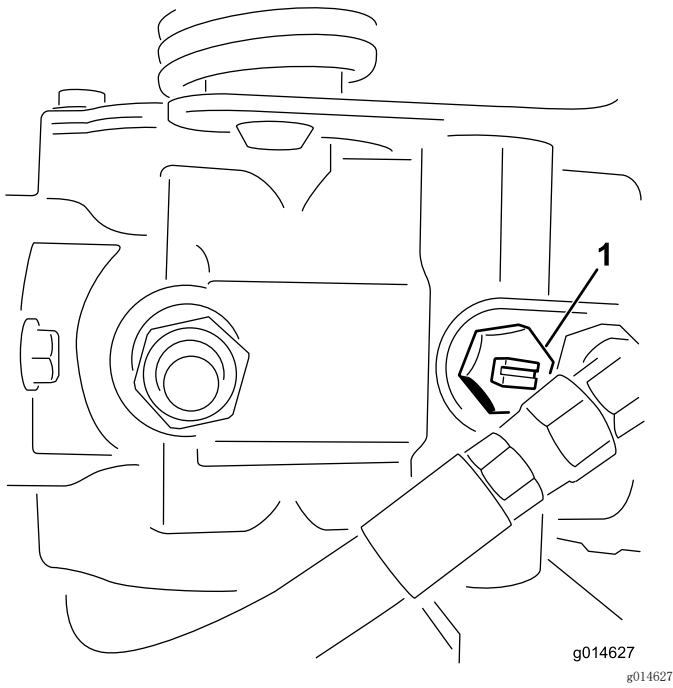

图42
1. 找到并旋转泵上的旁通阀、使槽处于垂直位置（图42）。
2. 启动发动机之前、旋转旁通阀、使槽处于水平位置、这样就可以关闭旁通阀（图42）。旁通阀打开时，切勿启动发动机。